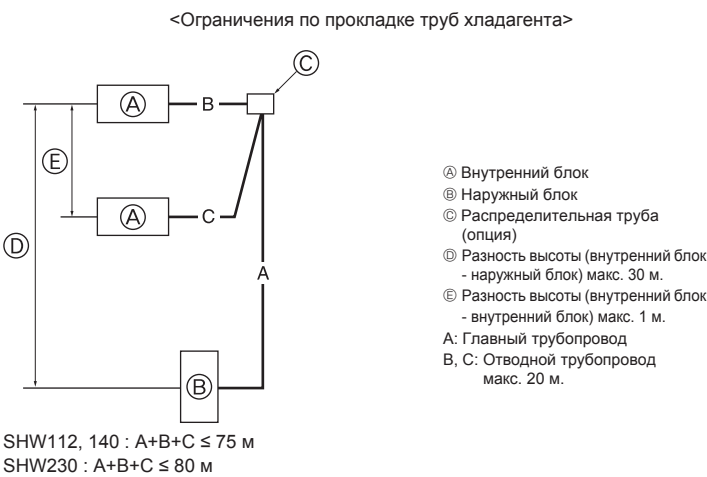

Fig. 4-10
4.8. Для двойной/тройной/четверной комбинации (Fig. 4-10) (только для кондиционеров)